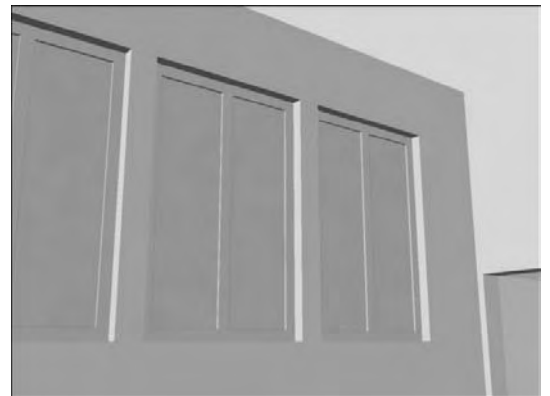

Fig.20.10
- 6 Créez un calque vitrage et tracez une surface plane à l'intérieur des ouvrants pour représenter le vitrage (fig.20.10).